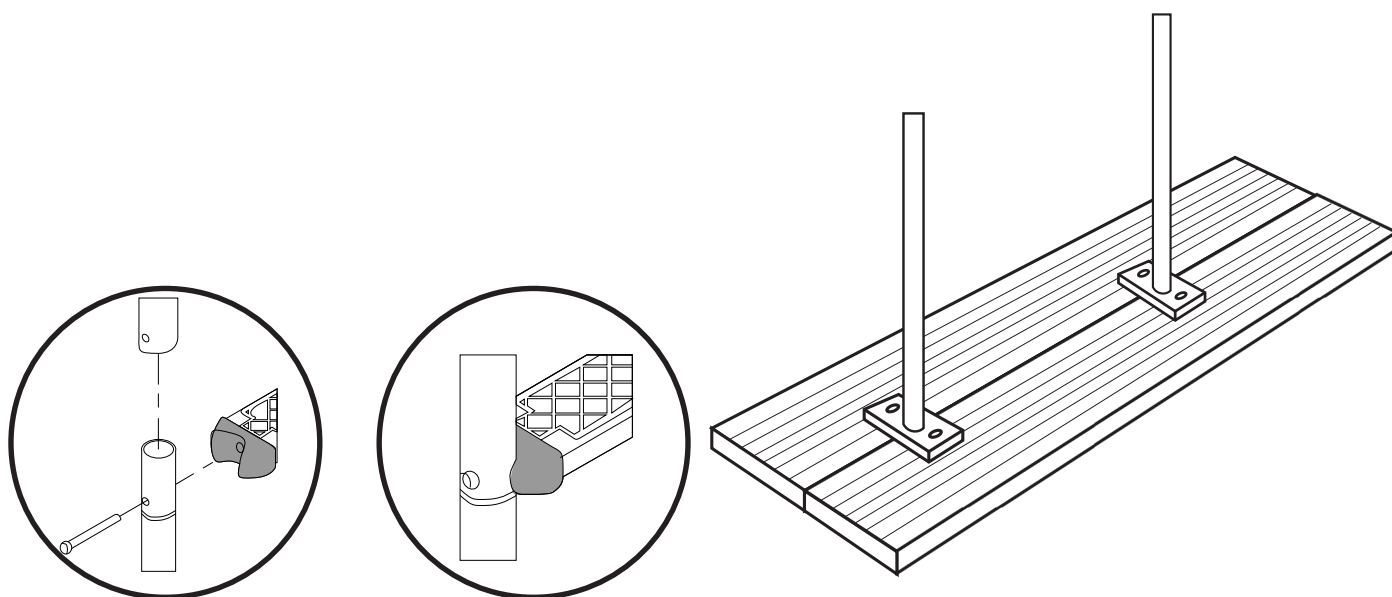

Abb. 21
A.- Verbinden Sie das obere (1) und das untere (10) Handlaufteil durch Einschieben. Befestigen Sie beide mit den Stufen (9) und verschrauben Sie die Stufen mit den Handläufen mithilfe der passenden Schrauben (11), Muttern (8) und Unterlegscheiben (7). (Abb.21) **B.** Montieren Sie die Endstopfen (12) am Handlauf, um Schäden an Ihrem Pool durch die Leiter zu verhindern. **C.-** Nachdem die Leiter fertig montiert ist, stellen Sie sie ins Becken und bohren Sie vier Löcher Ø9mm unter Verwendung der Platte als Schablone. **D.-** Befestigen Sie die Gegenplatte (6) mit den Schrauben (3), Unterlegscheiben (4,7) und Muttern (8) und ziehen Sie sie mit dem Schlüssel 12-13 fest. (Abb.22)
E.- Bringen Sie die Zierabdeckungen (2) an.